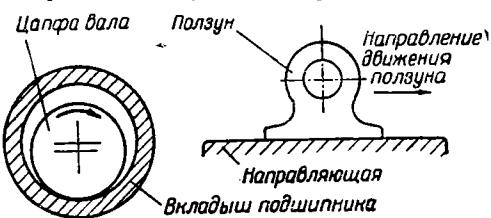

Рис. 1
1) сухое трение, когда между трещущими поверхностями совершенно отсутствует смазка и происходит непосредственное трение поверхностей твердых тел (рис. 1);